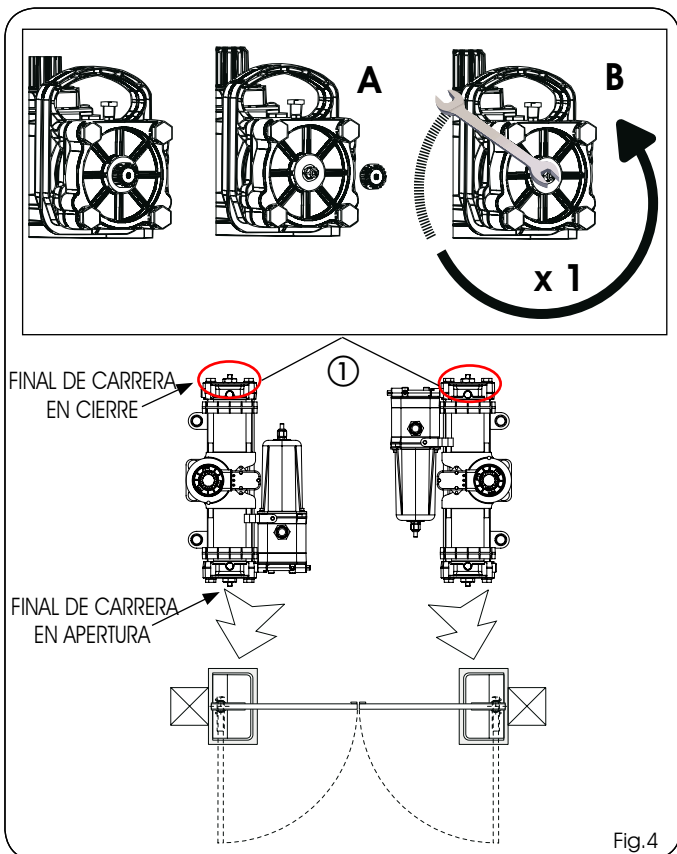

Fig.4
- 3) En el operador, destornille el tapón (Fig.4 ref.A) del tornillo de final de carrera en cierre (Fig.4 ref.①) y compruebe que el tornillo esté completamente atornillado.
- 4) Destornille una vuelta el tornillo de final de carrera (Fig.4 ref. B) en cierre (**IMPORTANTE PARA EL CORRECTO ACOPLAMIENTO PIÑÓN-CASQUILLO RANURADO EN FASE DE MONTAJE**).